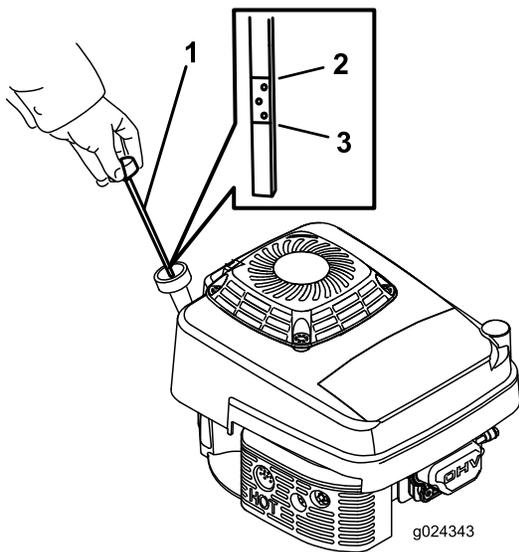

Рисунок 8
Перед каждым использованием машины проверяйте, чтобы уровень масла находился между отметками Add (Добавить) и Full (Полный) на щупе (Рисунок 8).
2. Очистите область вокруг масломерного щупа (Рисунок 8).